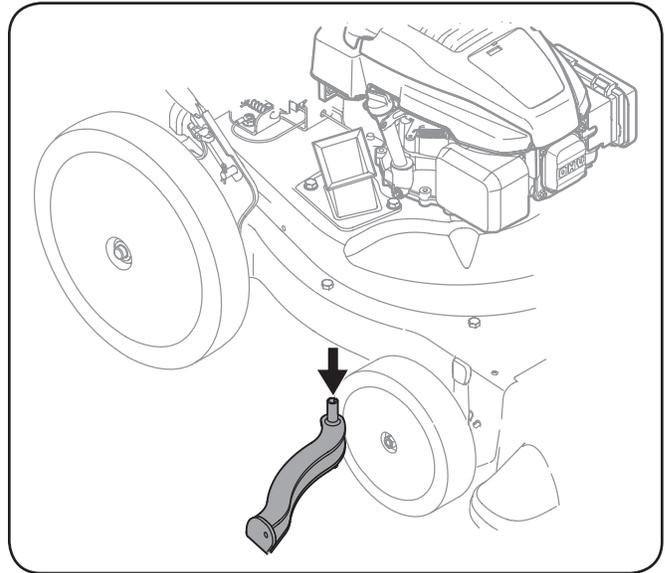

Figure 6-3
6. Retirez et nettoyez la grille du fléau en grattant les débris ou en la lavant avec de l'eau. Voir Figure 6-3.